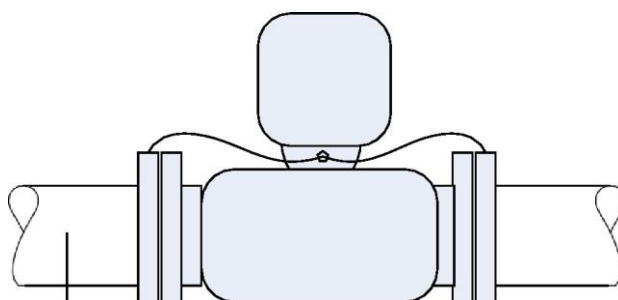

РИС. 7. Заземление металлической трубы
- б) От того, заземлен ли корпус датчика, напрямую зависит точность и стабильность измерений. Если прибор установлен на металлической трубе, как показано на рис. 7.